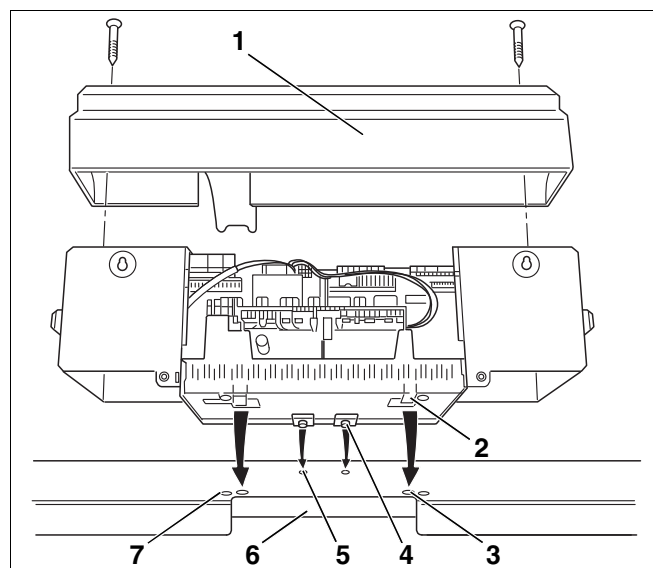
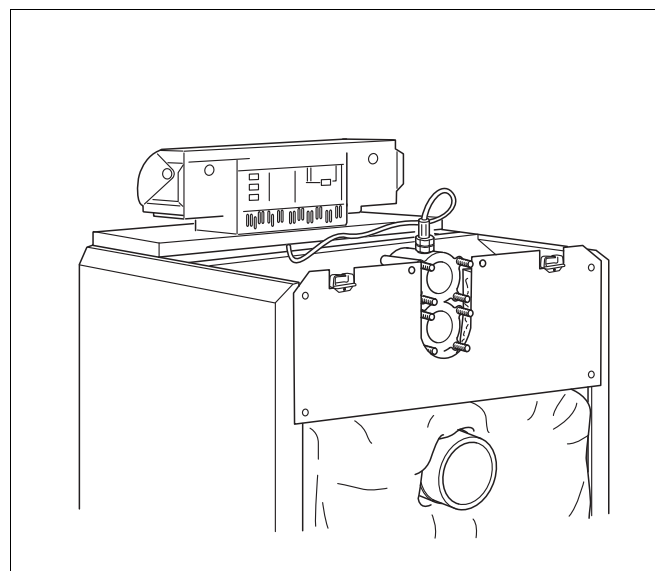

Fig. 43 Montage – appareil de régulation
Fig. 48 Chaudière avec appareil de régulation monté
La fig. 43 représente la vue arrière de l'appareil de régulation ainsi que du couvercle avant.
- Desserrer les deux vis du cache-bornes (fig. 43, [1]). Retirer le cache-bornes vers le haut.
- Poser l'appareil de régulation. Insérer l'appareil de régulation à l'avant avec les crochets (fig. 43, [4]) dans les perforations ovales du capot avant de la chaudière (fig. 43, [5]). Tirer l'appareil de régulation vers l'avant puis le basculer vers l'arrière. Les crochets élastiques (fig. 43, [2]) doivent s'enclencher à l'arrière dans les orifices rectangulaires du capot avant de la chaudière (fig. 43, [3]).
- Visser le socle de l'appareil de régulation à gauche et à droite du chemin de câbles (fig. 43, [6]) sur le capot avant de la chaudière à l'aide de deux vis à tête (fig. 43, [7]).
- Revisser le couvercle du bornier (fig. 43, [1]) avec deux vis à tête sur le socle de l'appareil de régulation (fig. 48).